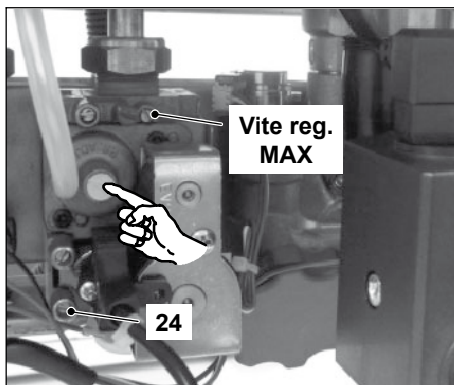

Figura 7.6
- A caldaia spenta (fuori servizio), controllare la pressione di alimentazione utilizzando la presa 24 in Figura 7.6 e confrontare il valore letto con quelli riportati nella tabella Pressioni di alimentazione gas nella sezione "Dati tecnici" pag. 18.
- Per tarare il CO_2 della caldaia (pressione del gas al bruciatore) svitare il tappo in ottone e agire sulla vite a brugola \varnothing 4 mm Figura 7.6
- Se i due dati non coincidono agire sulla vite regolazione massimo RQ (Figura 7.6) della valvola gas e tarare il CO_2 allo stesso valore riportato nella tabella nella sezione